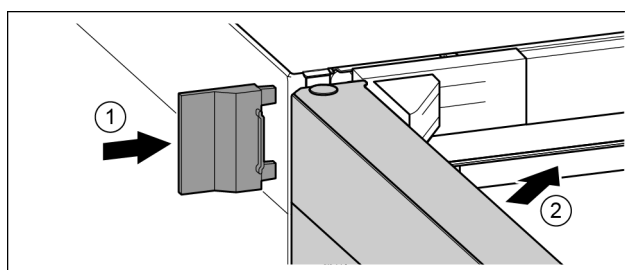

Fig. 42
- ▶ Äußere Abdeckung aufschieben. Fig. 42 (1)
- ▶ Obere Tür schließen. Fig. 42 (2)